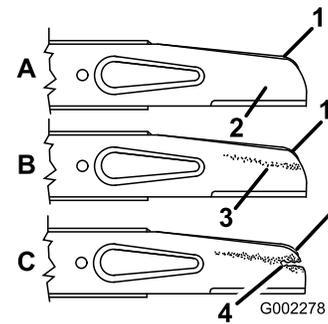

Figure 30
2. Retirez les écrous, l'accélérateur et la lame (Figure 30).